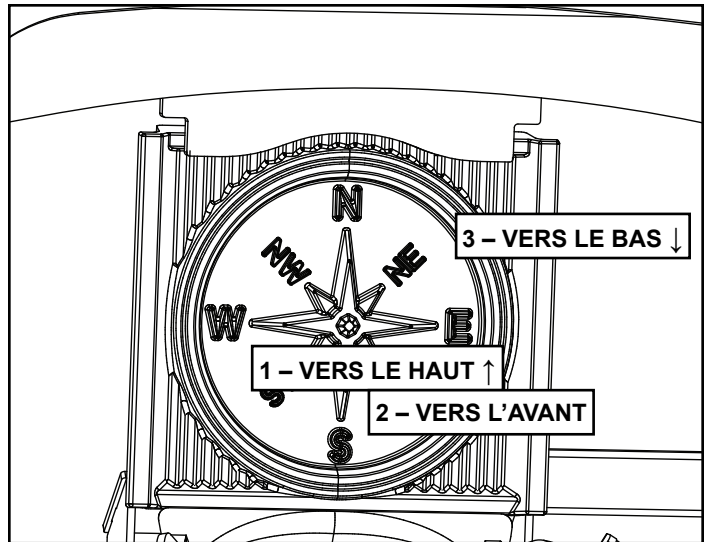

Figure 2.2
3. Tirez vers le bas sur les coins du médaillon jusqu'à ce que le haut soit libéré du dispositif de retenue qui maintient le haut aligné lorsqu'il est en place. Figure 2.2.